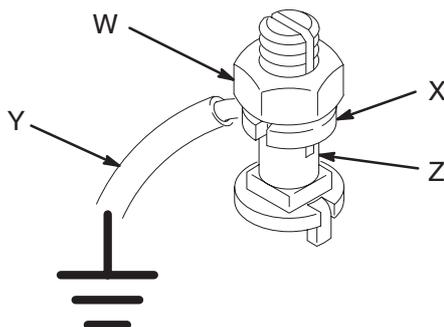

Fig. 1
1. **Bomba:** utilizar una abrazadera y un cable de conexión a tierra. Vea la Fig. 1. Afloje la tuerca de apriete (W) y la arandela (X) de conexión a tierra. Introduzca un extremo de un cable de conexión a tierra (Y) de un mínimo de 1,5 mm² en la ranura de la orejeta (Z) y apriete la tuerca firmemente. Conecte el otro extremo del cable a una tierra verdadera. Cable de conexión a tierra y abrazadera, ref. pieza 238909.